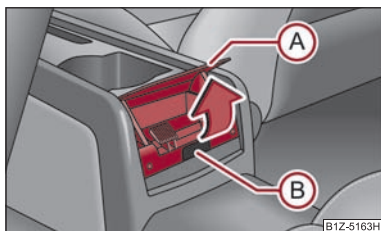

Fig. 84 Consola centrală inferioară: Scumiera spate
- Prindeți capacul scumierei de partea de jos (A) și rabatați-l în sensul săgeții ⇒ fig. 84.